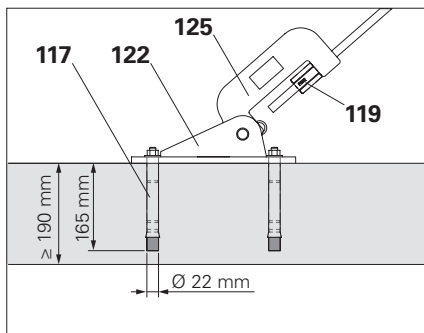

Fig. D1.09b
4. Imbullonare la chiave a snodo (**125**) alla piastra base RCS DW15 (**122**). (Fig. D1.09b)
7. Fissare la piastra base (122) con tasselli per carichi pesanti (117) (4 x Ø 22) o (118) (2 x Ø 30) (Fig. D1.09b - D1.09e).
8. Girare il dado (119) in senso orario per pretensionare il rinforzo.